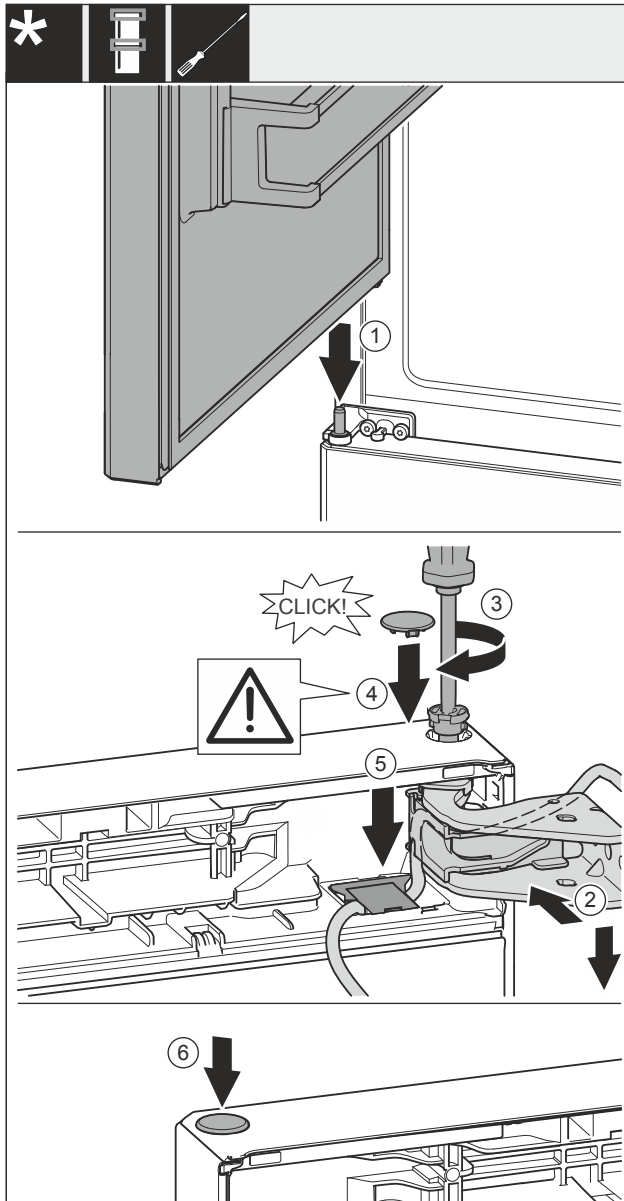

Fig. 58
- Obere Tür auf mittleren Lagerbolzen Fig. 58 (1) setzen.
- Tür oben zur Öffnung im Lagerbock Fig. 58 (2) ausrichten.
- Bolzen Fig. 58 (3) einsetzen und mit Schraubendreher festschrauben.
- Abdeckung Fig. 58 (4) einsetzen.
- Kontrollieren, dass die Abdeckung Fig. 58 (4) auf der Tür aufliegt.
- Abdeckung Fig. 58 (5) einsetzen und nach unten drücken bis sie einrastet.
- Abdeckung Fig. 58 (6) einsetzen.